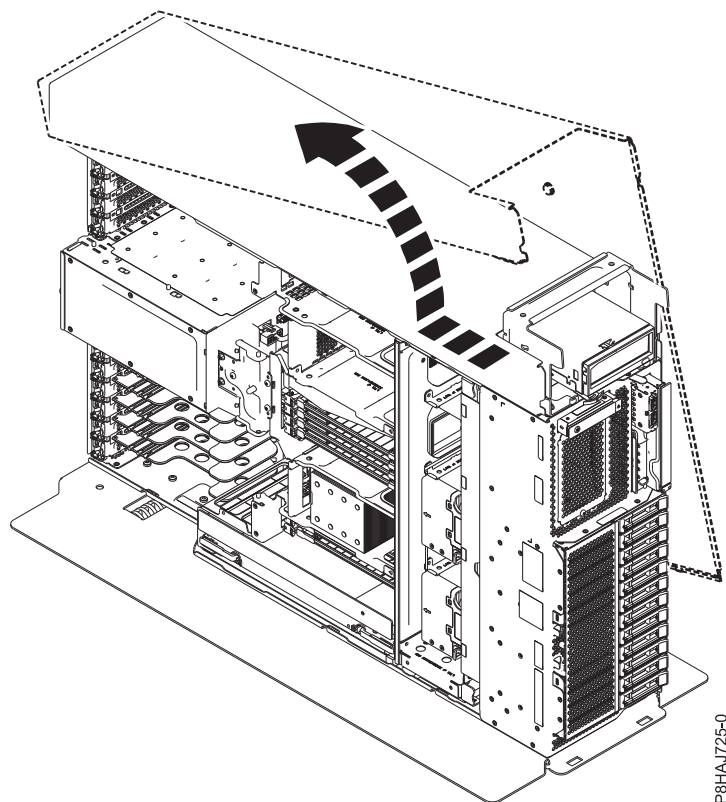

Figura 31. Remover a tampa lateral do 8286-41A
5. Deslize a tampa lateral do sistema na direcção que é apresentada na Figura 31.